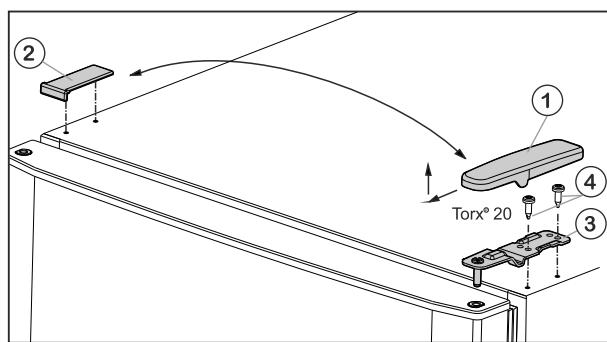

Fig. 5
- Изтеглете покритието Fig. 5 (1) напред и нагоре.
- Свалете покритието Fig. 5 (2).
- Развийте горната лагерна стойка Fig. 5 (3) с (2 x Torx® 20) Fig. 5 (4) и издърпайте нагоре.
- Поставете горната врата върху лагерната опора в средата (13).
- Поставете горната лагерна опора Fig. 5 (3) върху новата страна на шарнира във вратата.
- Затегнете горната лагерна опора **здраво (с 4 Nm)** (2 x Torx® 20) Fig. 5 (4). Евентуално използвайте акумулаторна отвертка.
- ▶ Поставете капака Fig. 5 (1) от срещуположната страна отвън и го фиксирайте.
- ▶ Поставете капака Fig. 5 (2) също от срещуположната страна отгоре и го фиксирайте.